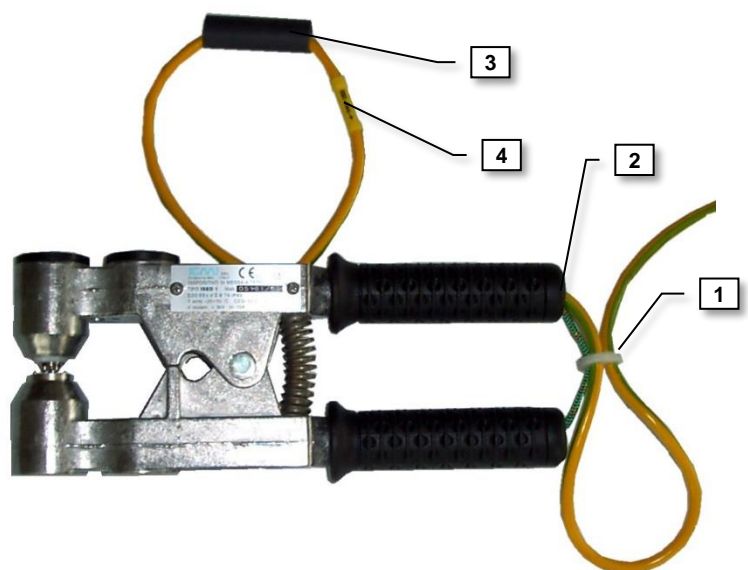

Fig. 1
- *Infilare il cavo nei due fori degli "occhielli antistrappo" (ved. 1 in fig.1)*
- *Inserire il cavo nel manico del corpo pinza attivo (ved. 2 in fig.1)*
- *Infilare il cavo nella guaina termorestringente fornita con la pinza (ved. 3 in fig.1)*
- *Spelare il capo del cavo e giuntarlo al cavo della pinza tramite la crimpatura (utilizzare idonea pinza crimpatrice) del connettore di testa giallo fornito con la pinza (ved. 4 in fig.1)*